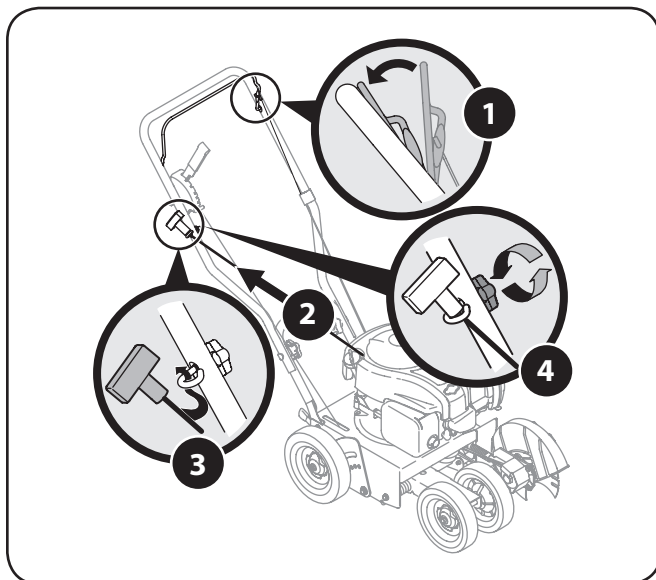

Figura 3-5
1. Busque la guía del cable y el pomo de mariposa se encuentra en la bolsa manual. Mediante el mando de ala, seguro, pero no apriete la guía de la cuerda para el lado derecho de la manija superior como se muestra en la Figura 3-5.
NOTA: La cuerda de arranque no se separa del motor a menos que el control de la cuchilla (consulte la Figura 3-5) esté presionado contra la barra superior.